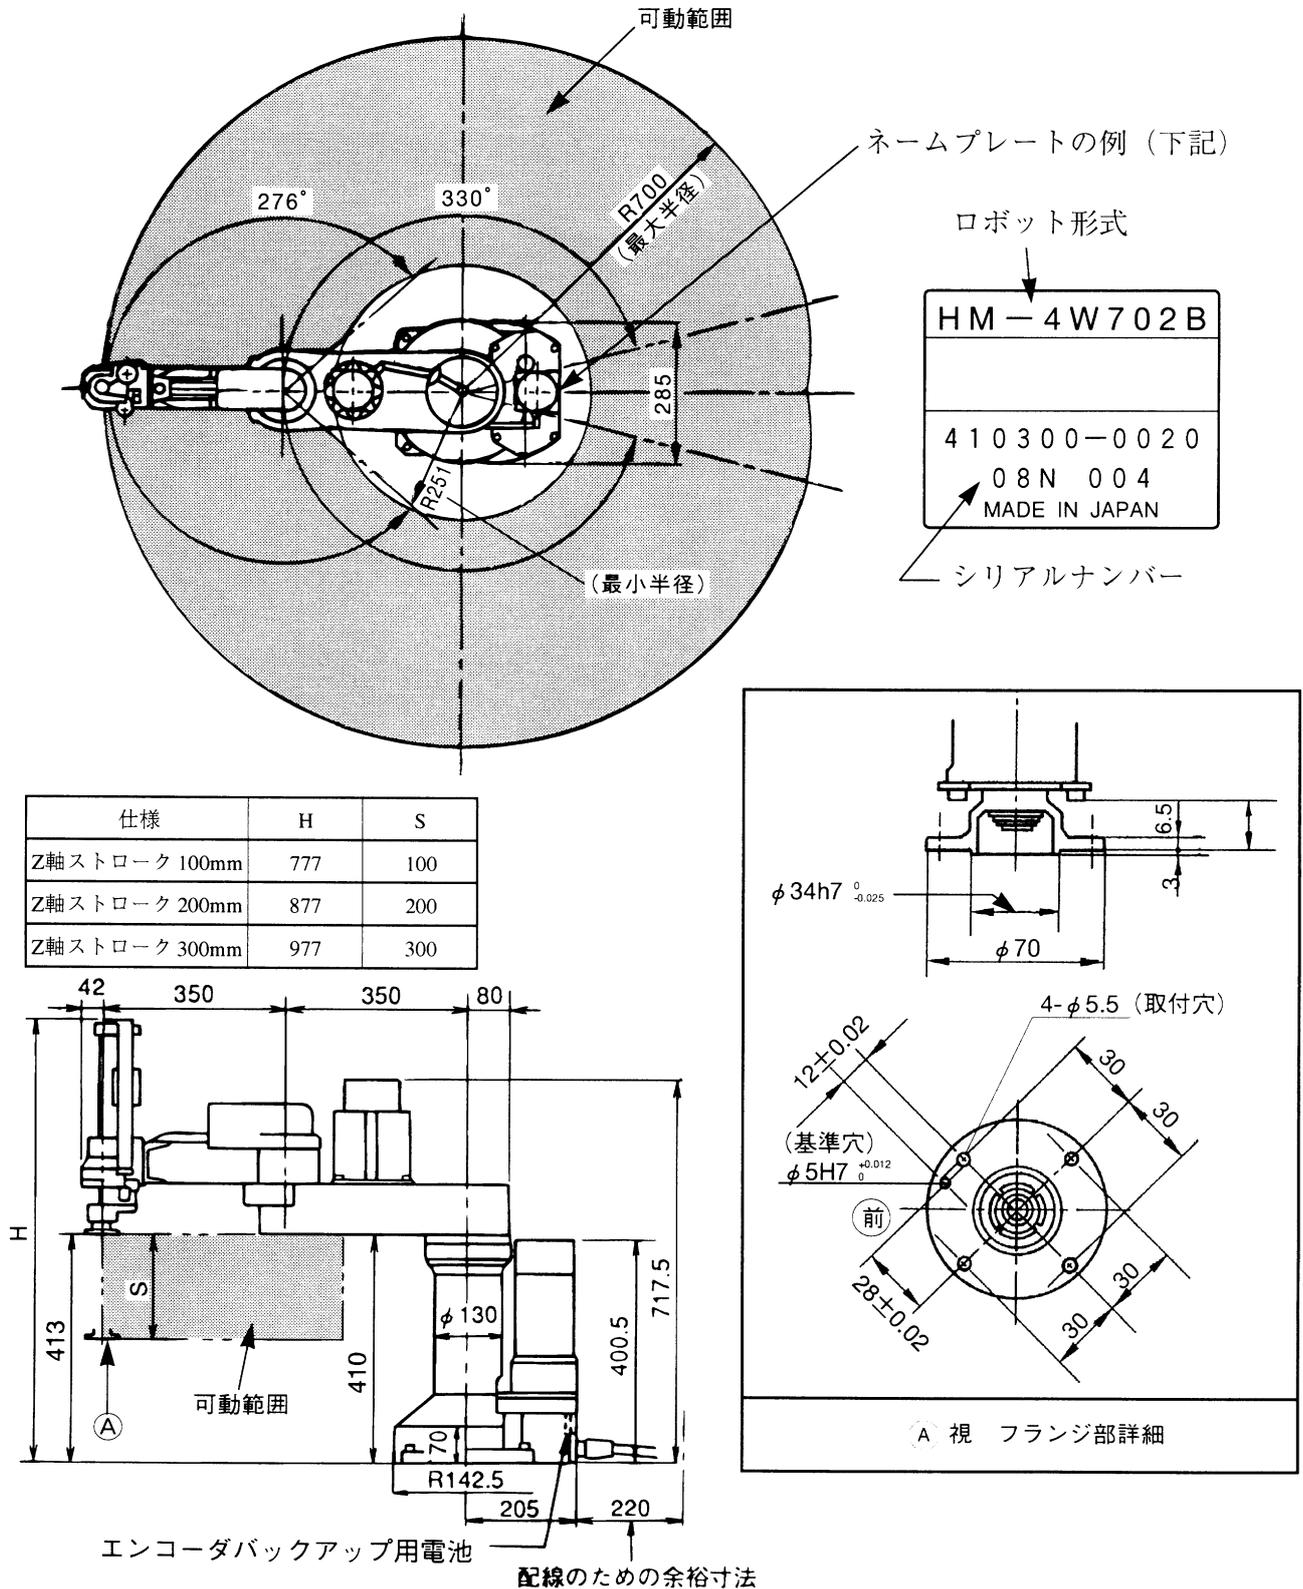

図1-15 外形寸法と可動範囲
(2) HM型ロボットの外形寸法 HM型ロボットの外形寸法と可動範囲を図1-15に示します。